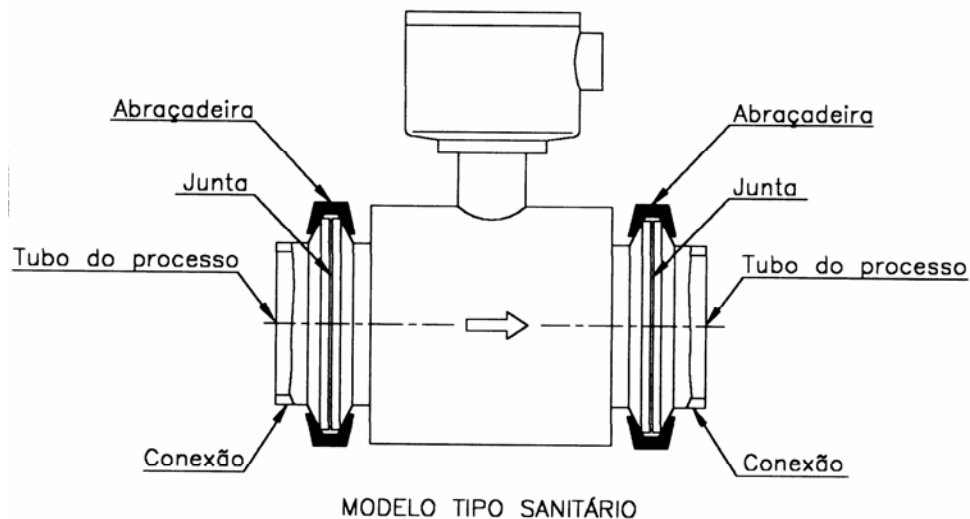

Figura 7
- Nenhum anel de aterramento acompanha o medidor. Se o tubo do processo não está aterrado, aterre o tubo ou a junta soldada. (**Figura 7**).